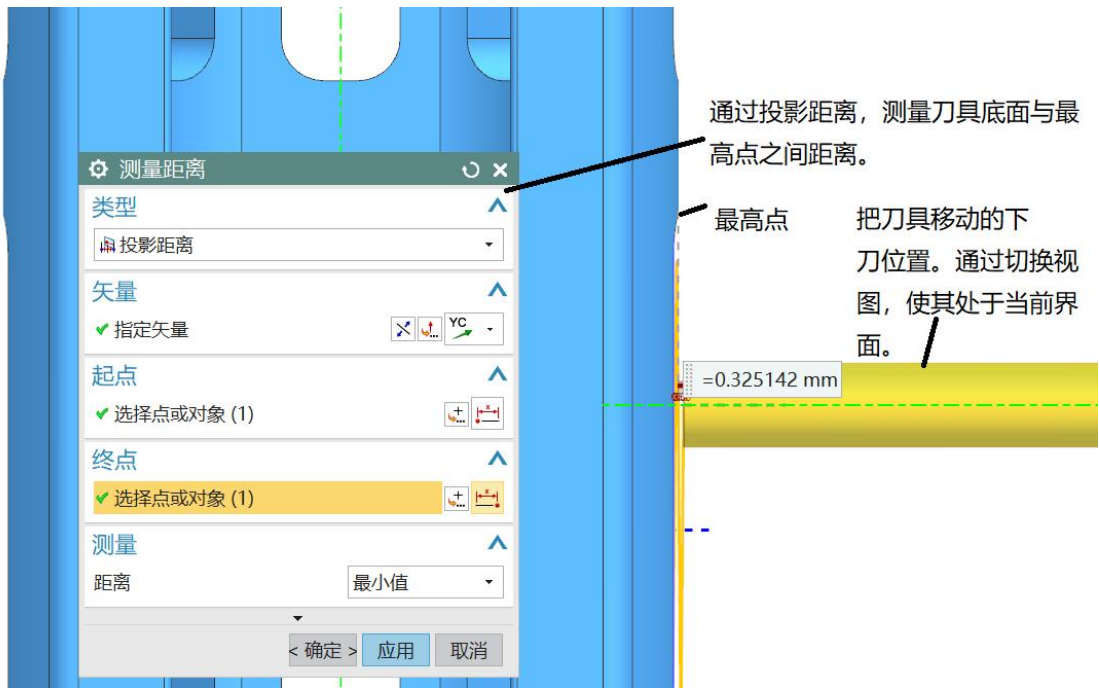

图 2-2 间距测量
(1) 这里首先检查下刀时是否会撞到工件表面。如图 2-2 所示。
通过如图 2-2 所示测量，间隙约为 0.3mm，下刀时不会撞到工件表面。